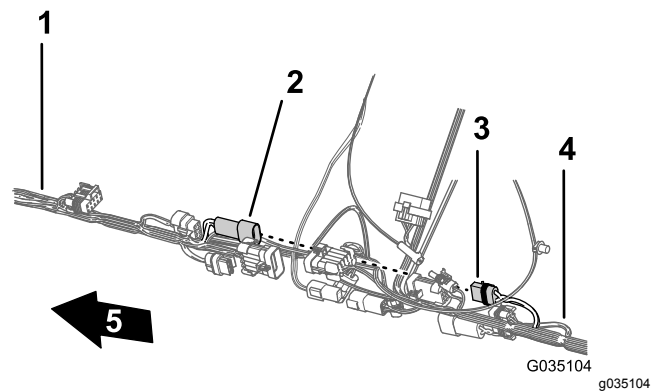

Figure 90
5. Branchez le connecteur à 2 broches du faisceau avant pour l'alimentation du dévidoir au connecteur à 2 douilles du faisceau arrière pour l'alimentation du dévidoir (Figure 90).